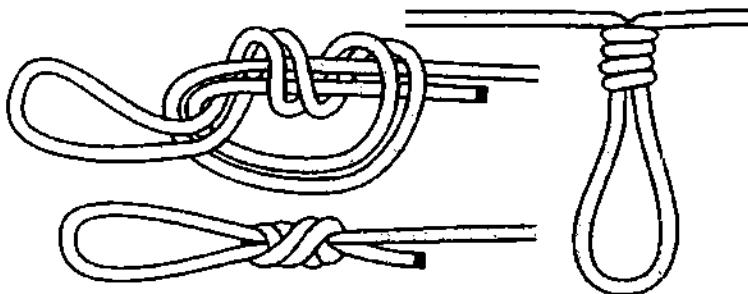

Рис. 264. Жилковая петля.
**Жилковая петля** – это **двойной** (или **тройной**) **простой узел** (**питонов узел**), завязанный **своенной верёвкой** (рис. 264). **Жилковая петля** так же сильно затягивается, как и **дубовая петля** и поэтому её в основном вяжут рыбаки, привязывая с помощью неё крючки, приманки и грузила способом «петля в петлю». Узел отлично держит на синтетике, не скользит на лесках, шёлке и нейлоне.